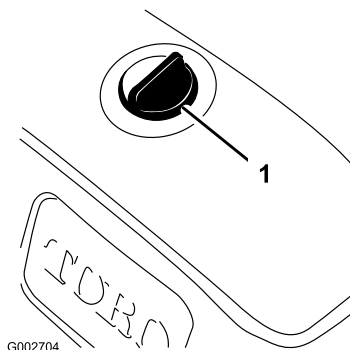

Bild 15
- Säubern Sie den Bereich um den Deckel des Hydraulikölbehälters, damit keine Fremdkörper in den Tank gelangen (Bild 15).